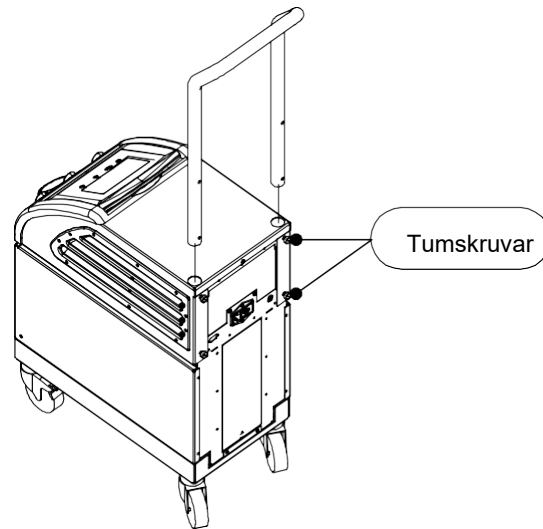

Bild 12: Montering av handtaget
- Skjut de två ändarna på handtaget in i hålen på det övre skyddet (var uppmärksam på riktningen av böjningen på handtaget) tills handtaget är infört hela vägen (se Bild 12).